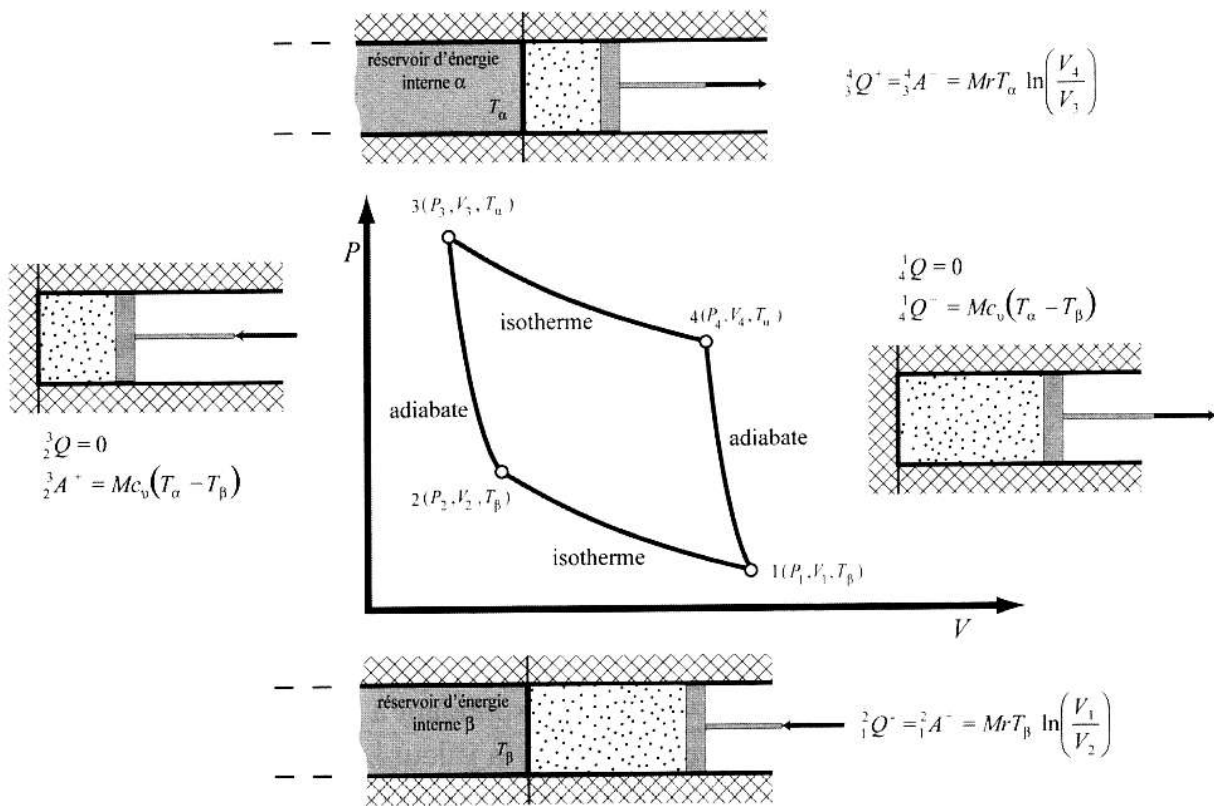

Figura 1.15 Ciclo de Carnot.
- La **entropía** (S) y la **temperatura termodinámica** (T) se introdujeron como magnitudes fundamentales.
- Esta propiedad puede confirmarse a través del Ciclo de Carnot de la Figura 1.15: